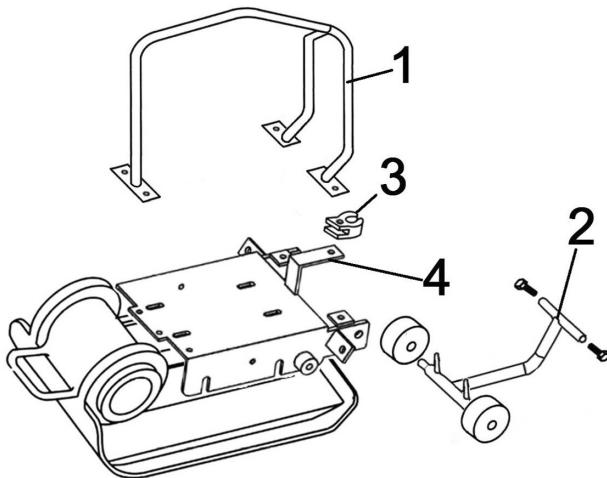

Рис. 19 Установка защитной рамы
1. Рама защитная (Рис. 19 п. 1).
2. Тележка транспортировочная (Рис. 19 п. 2).
Схема установки дополнительного оборудования PC5431F показана на Рис. 19.